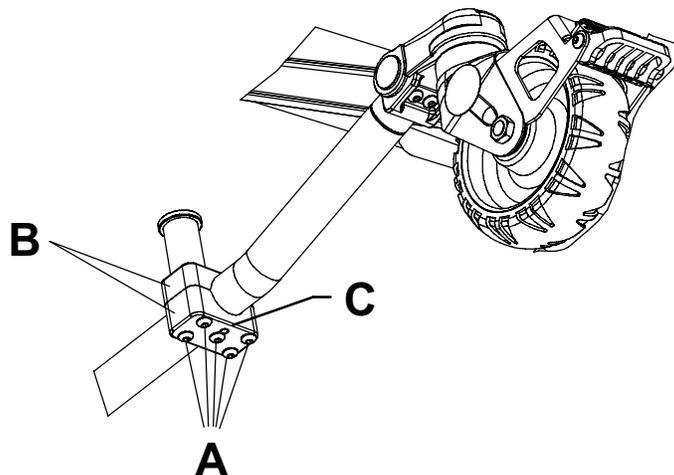

Abbildung 3 – Anpassen der Tragenhaltestütze
1. Mit einem T30-Torx-Schraubendreher die fünf Schrauben (A) entfernen, die die beiden Haltestützen-Halterungen (B) am Fahrgestell sichern (Abbildung 3).
2. Sie in Schritt 1 entfernten Schrauben wieder anbringen. Die mittige Schraube in das andere Loch in der Mitte der unteren Halterung (C) einsetzen (Abbildung 3).